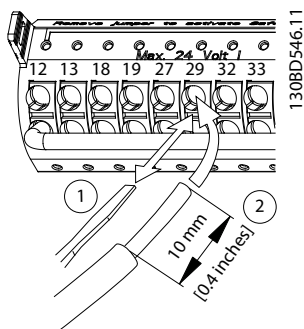

图 5.21 连接软质控制线缆
- 对于软质线缆，将一把小螺丝刀插入端子孔之间的插槽中，向上轻推螺丝刀以打开触点。如图 5.21 所示。然后，将剥去外皮的线缆插入到触点中并取出螺丝刀。